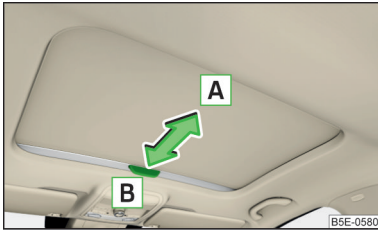

Abb. 64
- › Zum **Öffnen** den Griff in Pfeilrichtung **A** ziehen » Abb. 64.